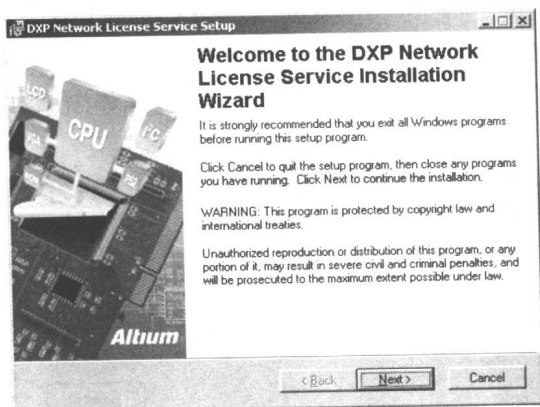

图 1.17 安装向导欢迎窗口
(1) 打开安装光盘, 运行“Network License Setup\Setup”目录下的“setup.exe”程序, 打开如图 1.17 所示的安装向导欢迎窗口。